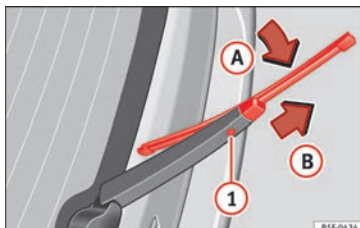

Fig. 80 Sostituzione della spazzola del lunotto posteriore.
- Ruotare leggermente la spazzola » **fig. 80** (freccia **A**).